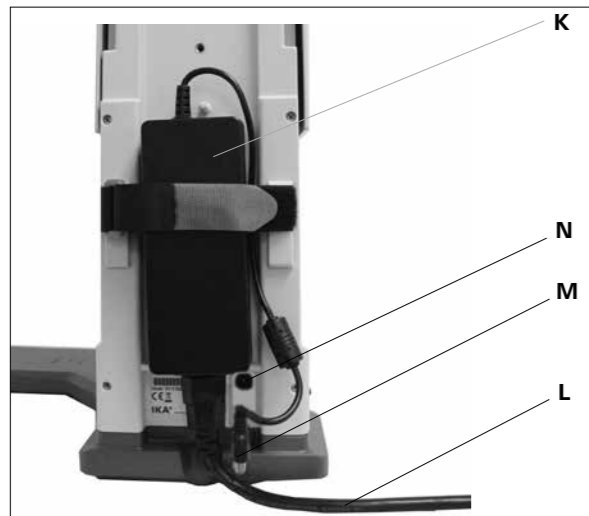

Fig. 9
### 3.) Fixer l'alimentation à découpage. (Fig. 9)
- Placez l'adaptateur secteur (K) à l'arrière. Fixez-le à l'aide de la bande Velcro en appuyant bien les deux pattes sur l'adaptateur. La bande Velcro ne doit pas se trouver sous l'adaptateur secteur.
- Branchez le connecteur basse tension (M) à la prise de raccordement (N). (Fig. 9)
- Branchez le câble secteur (L) sur l'adaptateur secteur et raccordez-le au secteur.